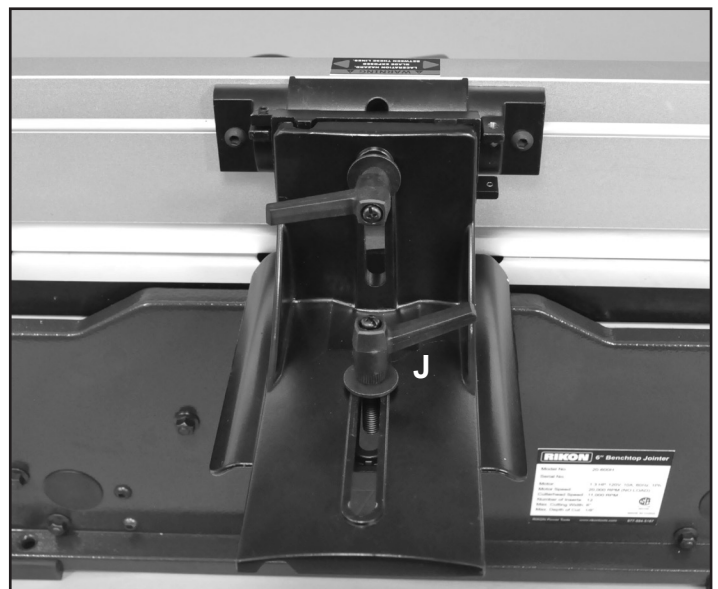

FIG. 4
3. Ajuste el soporte deslizante de la valla (E) al centro de la valla en el centro del corte de la valla (H). Utilice dos tornillos de cabeza del botón de zócalo M6x16mm (I) para bloquear el soporte deslizante en su posición. 3.
4. Localice el conjunto de soporte deslizante y valla en el soporte de montaje del cuerpo de la canteadora. Inserte el conjunto de la palanca de bloqueo de inclinación (J) con la arandela plana (B) en su lugar. FIG. 4.
Coloque la pieza de trabajo en la parte superior de la mesa de alimentación derecha. La pieza de trabajo será cortada en su parte inferior por los cuchillos giratorios de cabeza de corte. Al canteadora, la dirección de alimentación de la pieza de trabajo es de derecha a izquierda sobre el cabezal de corte. FIG. 4.